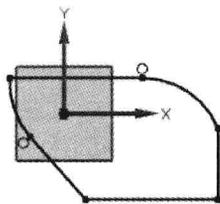

图 1.2 草图轮廓
Step2. 选择下拉菜单 **插入(I)** → **任务环境中的草图(S)** 命令, 选择 XY 平面为草图平面, 单击 **确定** 按钮, 系统进入草图环境。选择下拉菜单 **插入(I)** → **曲线(C)** → **轮廓(O)** 命令。绘制图 1.2 所示的草图。